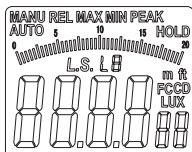

Figura 6
- Tieni premuto il tasto "MAX/MIN/LS" per un secondo e il valore LS inizierà a lampeggiare sul display LCD (come mostrato nella figura 6). Il misuratore ora è in modalità di selezione della sorgente. Premi "REL/PEAK" o "HOLD/ZERO" per cambiare la sorgente luminosa (L0-L9), tieni premuto per accelerare il cambiamento. Premi nuovamente "RAN" per tornare al passo precedente.